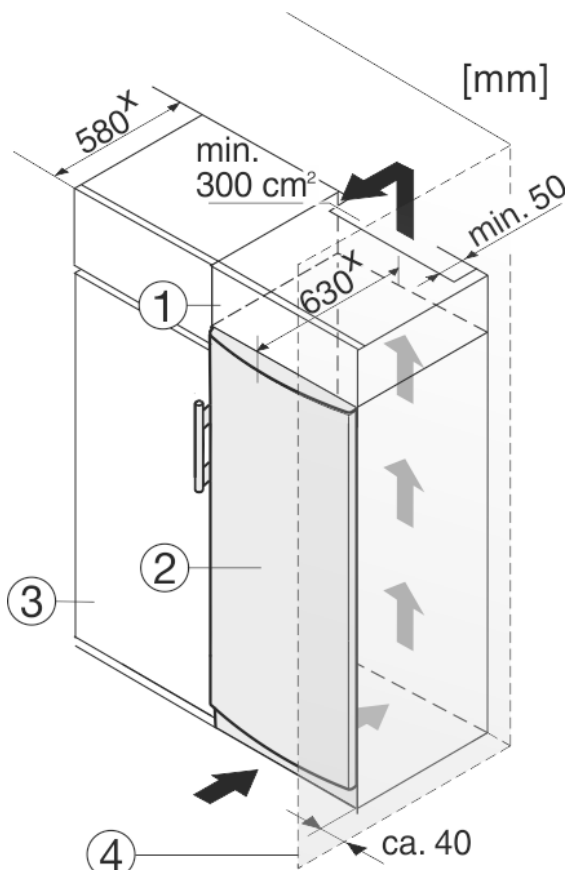

Fig. 9
- (1) Nadstavná skrinka (3) Kuchynská skriňa
(2) Zariadenie (4) Stena
Zariadenie môže byť zabudované medzi kuchynskými skriňami. Aby sa zariadenie Fig. 9 (2) prispôbilo výške kuchynskej linky, môže sa nad zariadením umiestniť nadstavná skrinka Fig. 9 (1).
Pri vstavaní s kuchynskými skriňami (hĺbka max. 580 mm) je možné zariadenie inštalovať priamo vedľa kuchynskej skrine Fig. 9 (3). Zariadenie vyčnieva nabok 34 mm * a v strede zariadenia 50 mm * oproti prednej časti kuchynskej skrine.
Ak je zariadenie umiestnené so závesmi vedľa steny Fig. 9 (4), musí vzdialenosť medzi zariadením a stenou činiť minimálne 40 mm. To zodpovedá presahu držadla pri otvorených dverách.